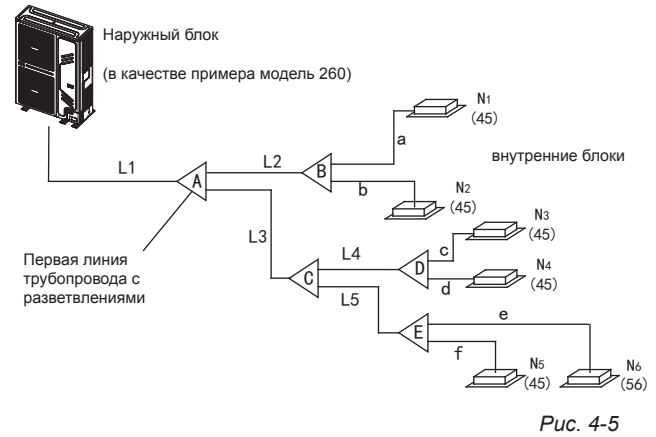

Рис. 4-5
- 2) Пример 1: на Рис.4-5, внутренние блоки после L2 и их общая мощность $45 \times 2 = 90$, см. Таблицу 4.4, газ/жидкость L2 : $\Phi 15,9/\Phi 9,5$